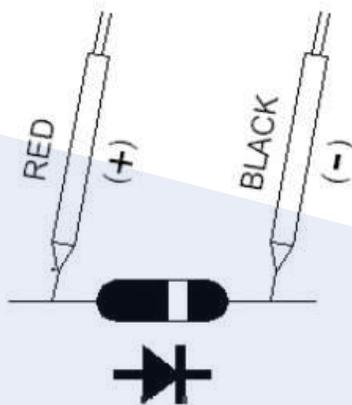

Fig. 2
- 5) a. Cuando se conecta con la polaridad como se muestra en la Fig. 2, se establece un flujo de corriente hacia adelante y el valor aproximado de la tensión hacia adelante del diodo (VF) en voltios aparecerá en la lectura de la pantalla. Si el diodo que se está probando es defectuoso, se mostrará el valor ".000 " o cercano a ".000 " (cortocircuito) o " OL " (circuito abierto).